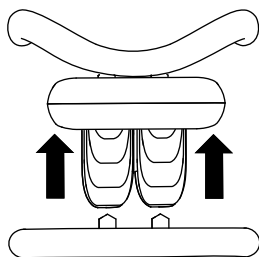

Figura 6
- Pentru deplasare înainte, deplasezi maneta de traciune spre față (Figura 6).